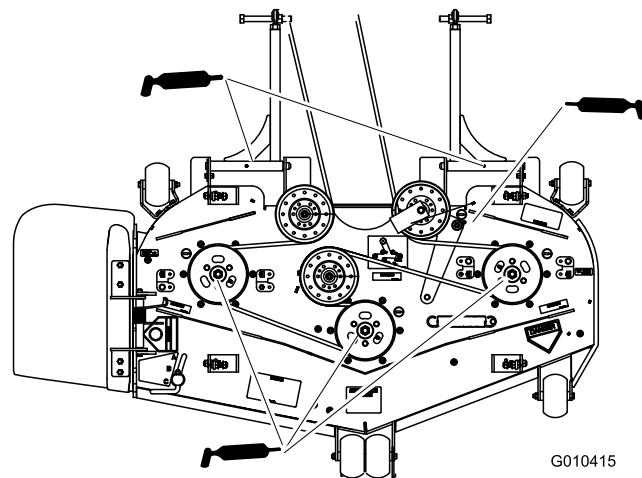

Figure 37
4. Lubrifiez les roulements des axes jusqu'à ce que la graisse sorte par les joints inférieurs (Figure 37).
5. Graissez le bras de la poulie de tension sur le plateau de coupe (Figure 37).
6. Lubrifiez les graisseurs des bras de poussée (Figure 37).